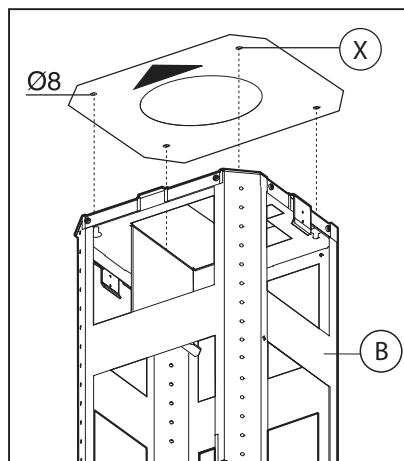

Fig.3
- Posizionare la dina di foratura sul soffitto facendo attenzione che la freccia sia posizionata nello stesso lato del comando dell'apparecchio (Fig.3). Effettuare i 4 fori Ø8 al soffitto ed avvitare 3 viti senza tirarle completamente facendo attenzione di non inserire la vite nel foro contrassegnato con una **X** sulla dina di foratura (le viti e tasselli ad espansione devono essere idonei al tipo di muro).